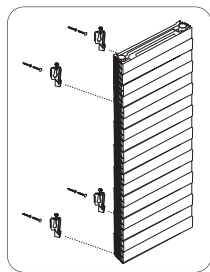

Рис. 2. Схема крепления радиатора
**!** Для того, чтобы смонтировать радиатор на стену, используйте оригинальные настенные кронштейны Royal Thermo (рис. 2, поставляются в комплекте).